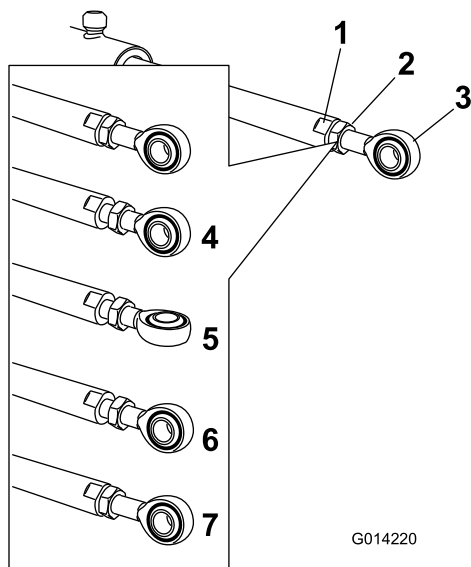

Figure 97
5. Placez une clé sur les méplats de la tige de vérin pour l'immobiliser, puis desserrez l'écrou de blocage pour pouvoir manipuler la tige à œillet (Figure 97).
6. Tournez la tige à œillet dans la tige du vérin pour raccourcir ou allonger le vérin déployé à la position voulue (Figure 97).